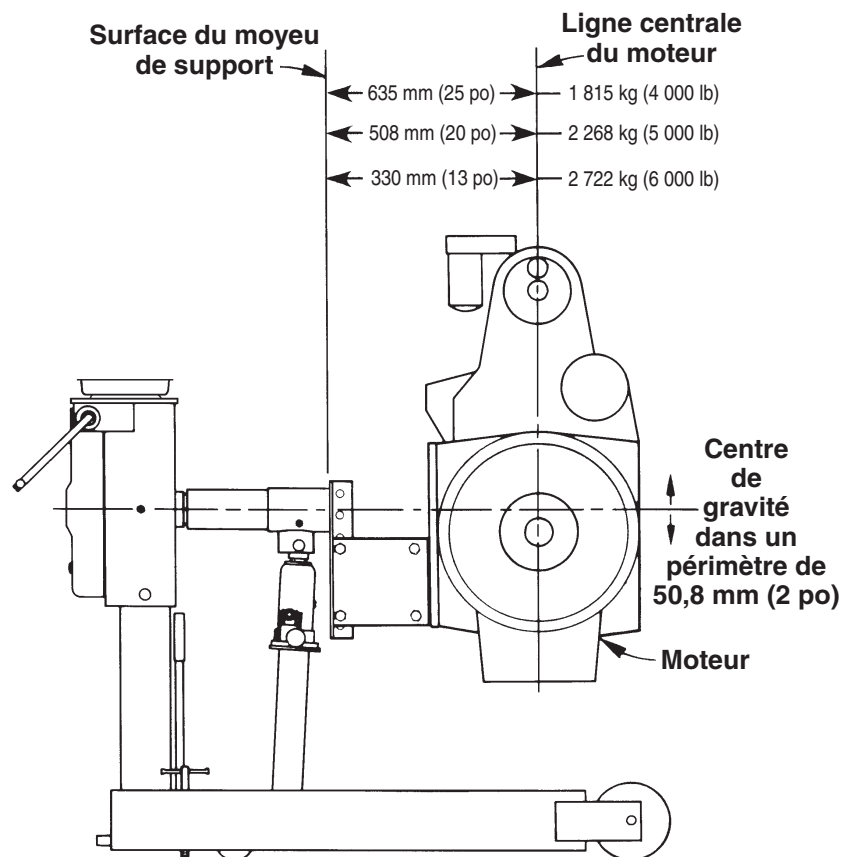

Figure 4
5. Voir Figure 4. Alignez le moteur (une fois les plaques latérales fixées à la plaque d'adaptateur) avec la plaque d'adaptateur universelle sur le support moteur. Levez ou abaissez le moteur jusqu'à ce que son centre d'équilibre soit aligné avec l'arbre de rotation du support moteur. *Remarque : le centre d'équilibre du moteur (endroit où se concentre le poids) se trouve généralement à environ 50,8 mm (deux pouces) au-dessus du centre du vilebrequin.*